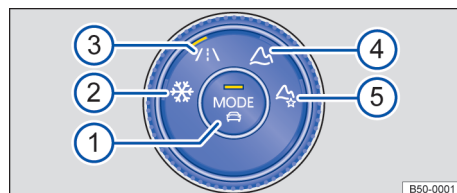

Fig. 131 Na parte inferior do console central: comando do 4MOTION Active Control em veículos com tração nas quatro rodas.
Legenda para Fig. 131:
- Girar o comando do 4MOTION Active Control até que o LED ao lado do perfil de condução desejado se acenda → Fig. 131.
- Pressionar o botão do perfil de condução  ou girar o comando do 4MOTION Active Control, até que o LED ao lado do perfil de condução **On-road** → Fig. 131 ③ se acenda.
- Girar o comando → Fig. 131 do 4MOTION Active Control, até que o LED ao lado do perfil de condução **Off-road Individual** → Fig. 131 ⑤ se acenda.
- Se o perfil de condução **Off-road Individual** já estiver selecionado, pressionar o botão **MODE** no comando → Fig. 131.